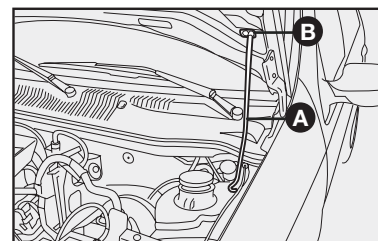

fig. 123
- 4) Introduzir a extremidade da vareta **A** na abertura **B** do capô do motor **fig. 123**.
- 1) Manter levantado o capô com uma mão e, com a outra, tirar a vareta **A**-fig. 123 da abertura **B** e repô-la no seu dispositivo de bloqueio;